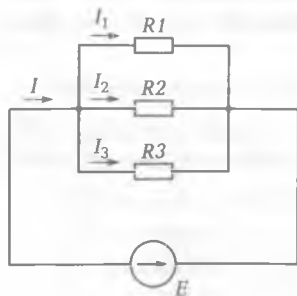

Рис. 2.7. Параллельное соединение резисторов
**Параллельное соединение резисторов.** Элементы электрической цепи, находящиеся под одним и тем же напряжением, называются *параллельно соединенными*. При параллельном соединении резисторов (рис. 2.7) ток разветвляется по трем ветвям, тем самым уменьшая общее сопротивление или увеличивая общую проводимость цепи  $g$ :
Для схемы рис. 2.7 также будут справедливы следующие соотношения: